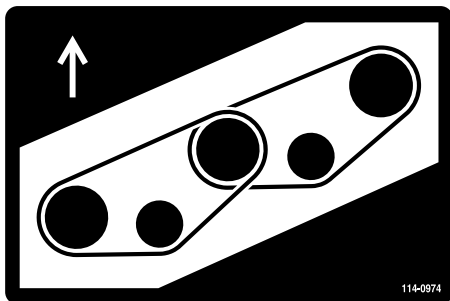
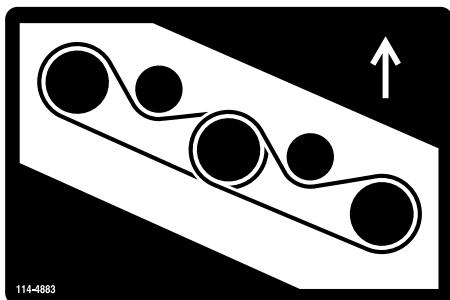

図 84
図 85
5. 新しいベルトを、スピンドルプーリとアイドルプーリ・アセンブリに回しかける（図 84 と 図 85）。